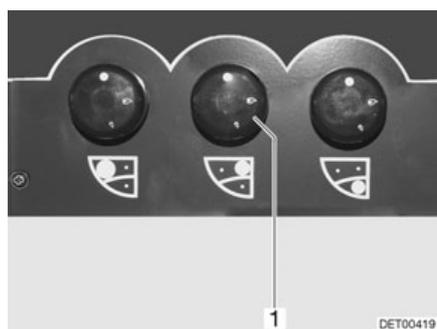

Fig. 140 Boutons de commande pour le réchaud à gaz
- Tourner le bouton tournant (Fig. 140,1) du brûleur désiré en position d'allumage (grande flamme).